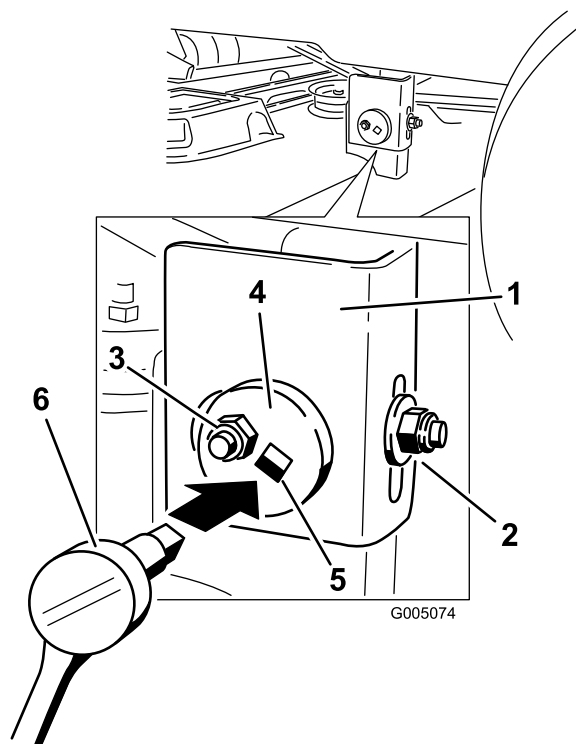

Figura 40
7. Spostatevi sul lato sinistro della macchina. Allentate, ma non togliete il dado di bloccaggio posteriore sul supporto di sospensione (Figura 40).
8. Allentate il dado di bloccaggio laterale sul supporto di sospensione quanto basta per poter regolare la piastra di regolazione eccentrica (Figura 40).
9. Fermate il piatto di taglio nella posizione regolata e serrate il dado di bloccaggio laterale sul supporto di sospensione per fissare la nuova posizione (Figura 40).